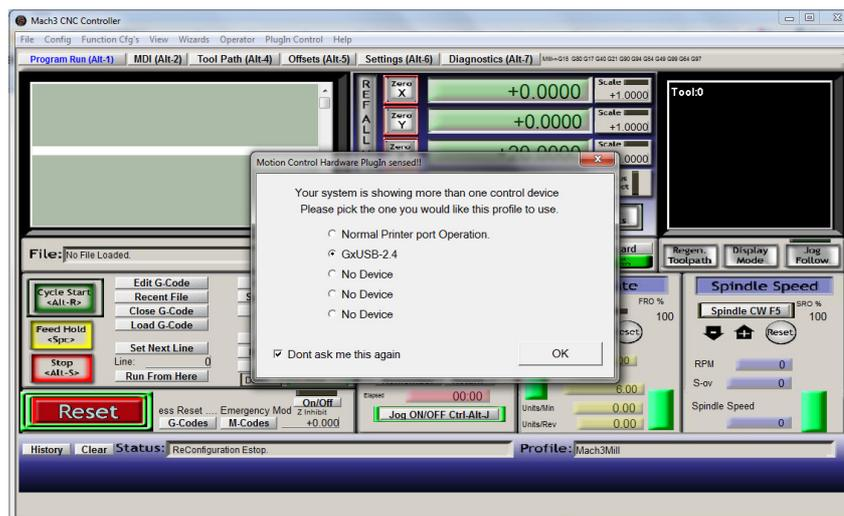

Figura 21
- Inicie o MACH3, deverá aparecer a caixa diálogo para a seleção do *plugin* (Figura 21):